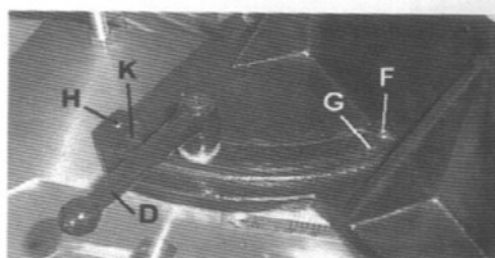

Рис. 14
3. Если необходима регулировка, ослабьте зажимную ручку (D) Рис.14, ослабьте установочный винт (F) и поверните регулировочный винт (G), пока губка тисков не будет под углом 90 градусов к полотну. ПРИМЕЧАНИЕ: поверните винт (G) с противоположного конца, через переднюю часть тисков. Конец винта (G), должен соприкасаться с головкой зажимной ручки (D), когда губка тисков находится под углом 90 градусов по отношению к полотну. Затем затяните установочный винт (F).
4. Если необходима регулировка, ослабьте зажимную ручку (D) Рис.14, ослабьте установочный винт (K), который должен соприкасаться с головкой зажимной ручки, когда губка тисков находится под углом 45 градусов по отношению к полотну. Затем затяните установочный винт (H).